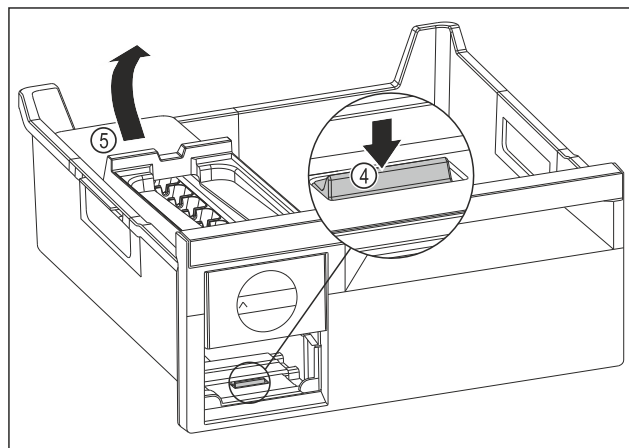

Fig. 141
- ▶ Odstranjevanje glavnega dela EasyTwist-Ice: Spono Fig. 141 (4) s prstom potisnite navzdol in hkrati z drugo roko glavni del EasyTwist-Ice Fig. 141 (5) od zadaj dvignite.